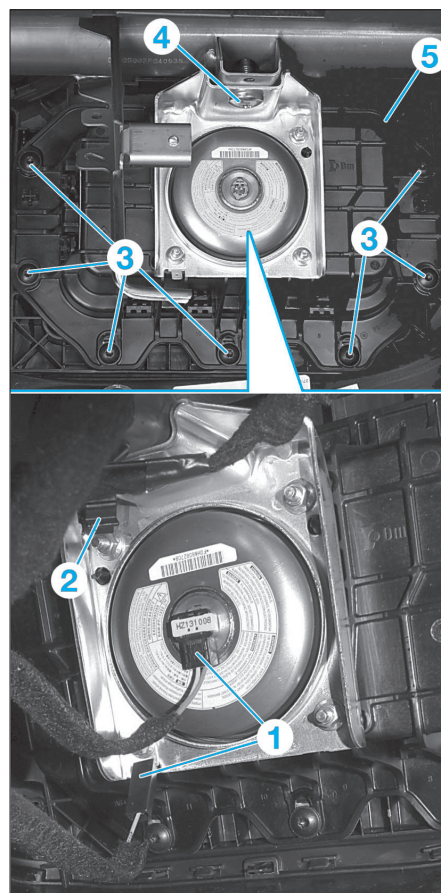

Fig. 3
- Débrancher les connecteurs (1) (Fig.3).
- Dégrafer le faisceau (2).
- Déposer les vis (3).
- Déposer la vis (4) puis l'airbag frontal passager (5).